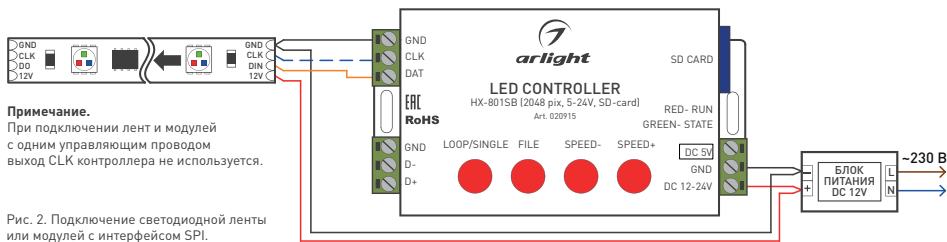
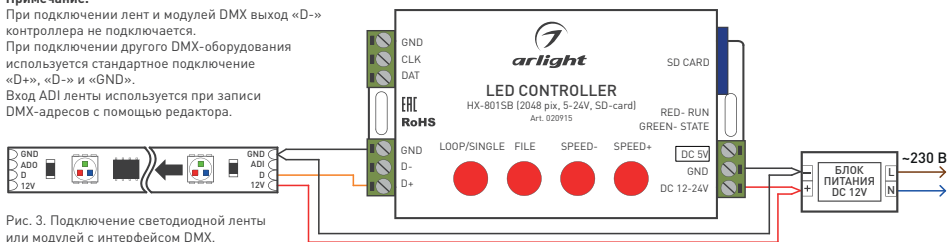

Рис. 2. Подключение светодиодной ленты или модулей с интерфейсом SPI.
Рис. 3. Подключение светодиодной ленты или модулей с интерфейсом DMX.
- 3.3. В зависимости от типа используемых светодиодных лент или модулей подключите их к выходу SPI (Рис. 1, Рис. 2) или DMX (Рис. 1, Рис. 3) контроллера. Использование выходов SPI или DMX будет зависеть и от выбора типа микросхем при составлении программы.